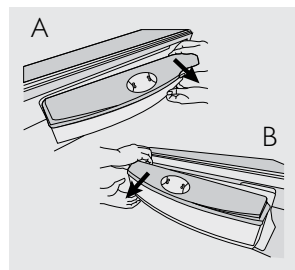

Figura 60
- Presione el lado izquierdo del tanque con suficiente fuerza hasta que encaje perfectamente (figura 60- A), luego presione el lado derecho del tanque y verifique que quede bien instalado (figura 60- B).